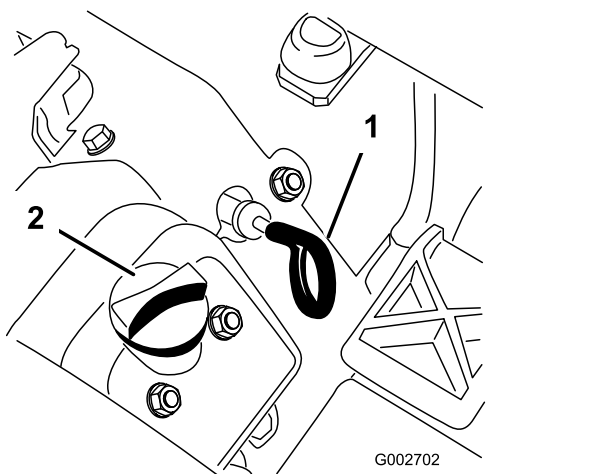

Рисунок 24
3. Выньте масломерный щуп (Рисунок 24) и протрите его чистой ветошью.